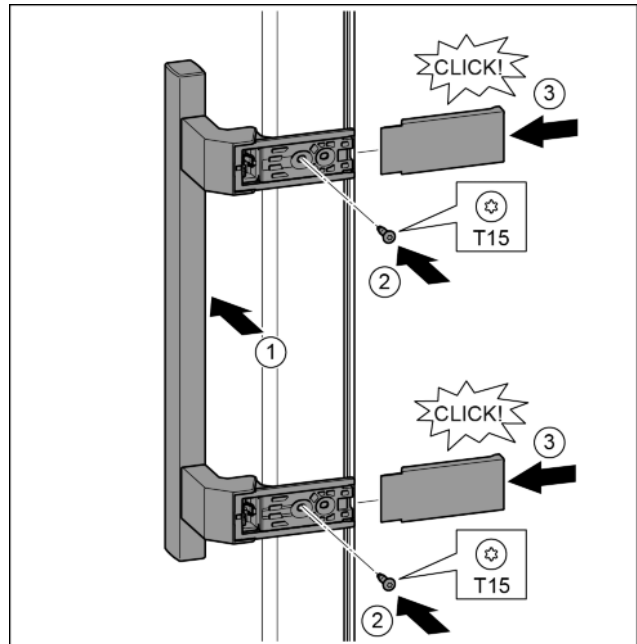

Fig. 18
- ▶ Greep op de tegenoverliggende zijde aanbrengen. Fig. 18 (1)
- ▶ Schroeven met schroevendraaier T15 vastschroeven. Fig. 18 (2)
- ▶ Afdekkingen zijdelings aanbrengen en erop schuiven. Fig. 18 (3)